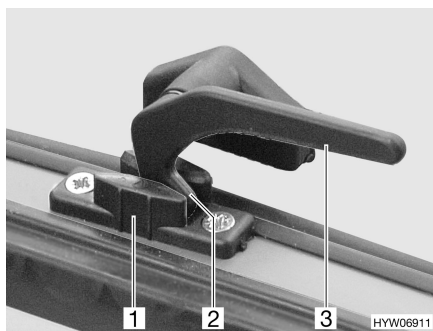

Fig. 16 Levier de verrouillage en position "Aération permanente"
- En position "Aération permanente" (Fig. 16)
- Tourner le levier de verrouillage (Fig. 16,3) d'un quart de tour vers le centre de la fenêtre.
- Remettre le levier de verrouillage en position initiale. Le tenon de verrouillage (Fig. 16,2) doit pénétrer alors dans le logement prévu à cet effet dans le verrouillage de fenêtre (Fig. 16,1).